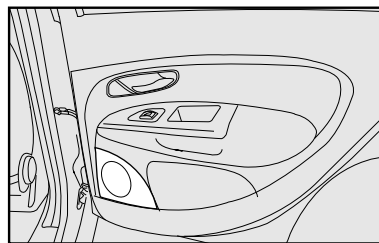

fig. 110
- alto-falantes na porta traseira **fig. 110**,